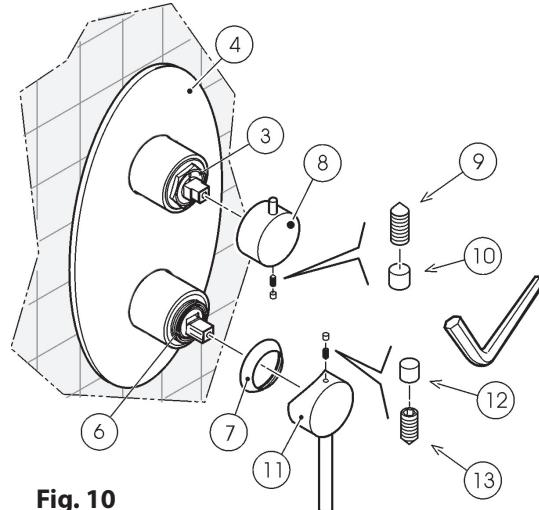

Fig. 10
- Limpie minuciosamente la zona con un paño. (Fig.10)
- Мягкой тканью проведите тщательную очистку изделия. (Рис. 10)
- Aprire il rubinetto azionando la maniglia erogatore/miscelatore (11) e far defluire l'acqua presente nelle tubazioni idrauliche a monte del miscelatore monocomando;
- Togliere i tappi (10) (12) e i grani (9) (13); sfilare la maniglia deviatore (8) e la maniglia erogatore/miscelatore (11); svitare il coprighiera (7); togliere anche il rosone di copertura (4) per evitare inutili graffi durante il lavoro; svitare poi le ghiere (3) e (6). (Fig 10)(Fig 11)
- È consigliabile proteggere il contatto tra la chiave operatrice e la ghiera (6) e il coprighiera (7) durante il loro svitamento e avvitamento.